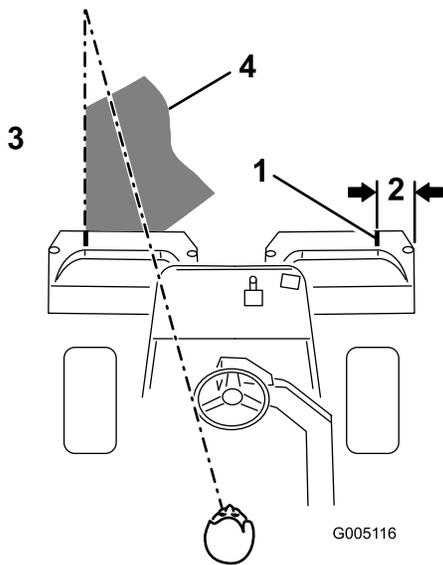

图43
3. 剪草返回通道仅与之前剪草路径少量重叠。为了保持以直线方式穿过果岭，并使得机器与此前剪草的边缘保持等距，请在机器前到果岭未剪部分的边缘虚构一条长约 1829~3048mm的视线（图42 和 图43）。有人发现，将方向盘的外缘看作视线的一部分非常有用；即让方向盘边缘对准与机器前面始终保持等距的某个点（图42 和 图43）。